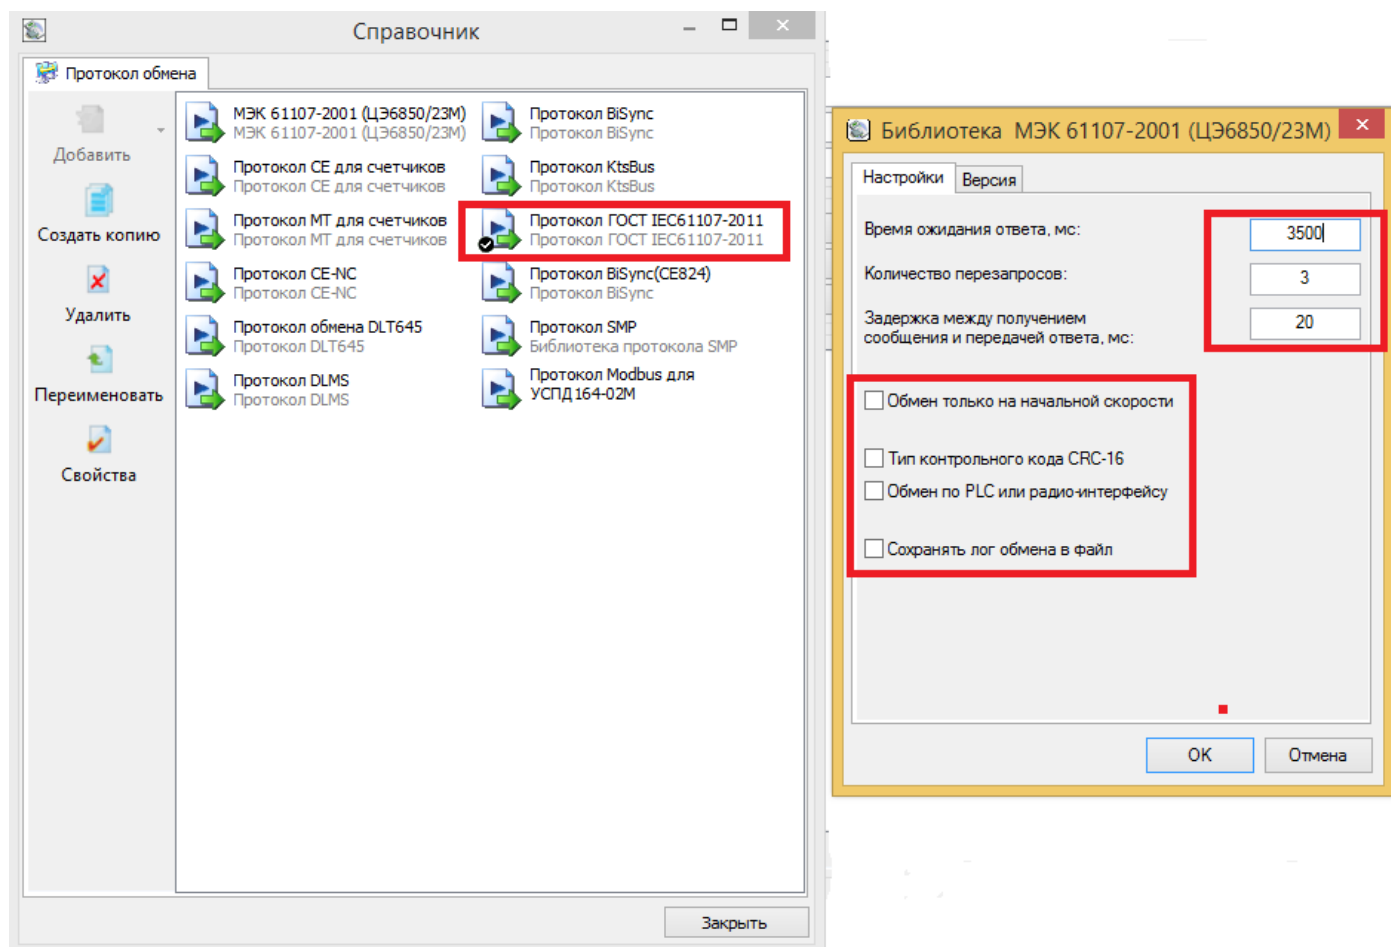

Рисунок 4.5 – Настройка протокола обмена ГОСТ IEC61107-2011
– выбрать протокол обмена «Протокол ГОСТ IEC61107-2011». Параметры протокола обмена: время ожидания ответа: 3500. Количество перезапросов: 3. Задержка между получением сообщения и передачей ответа: 20. Оставшиеся параметры: откл (рис.4.5);